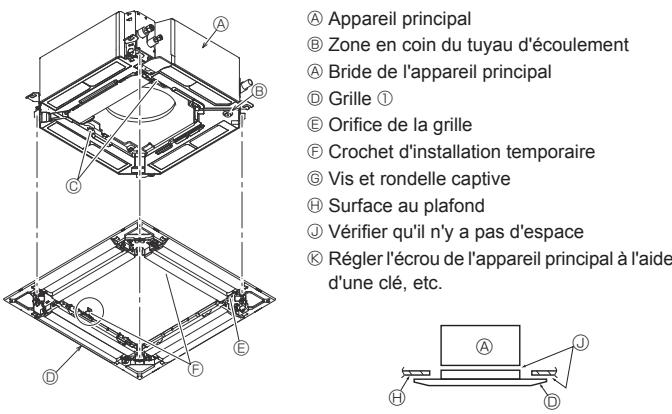

Fig. 9-6
9.4.2. Mise en place provisoire de la grille (Fig. 9-6)
- Fixez la grille sur l'appareil principal en serrant les vis mises en place au préalable. (Fig. 9-6)
Vérifiez qu'il n'y a pas d'espace entre l'appareil principal et la grille ou entre la grille et la surface du plafond. (Fig. 9-6)
- Après avoir serré la vis, vérifiez que les deux crochets de la grille (Fig. 9-6) sont en prise avec les crochets de l'appareil principal.